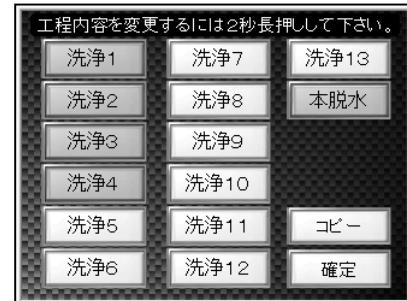

図 7-8
7.3.1 工程設定画面(図 7-8)
- 図7-8の**コピー**を押すとコピー画面に切り替ります。